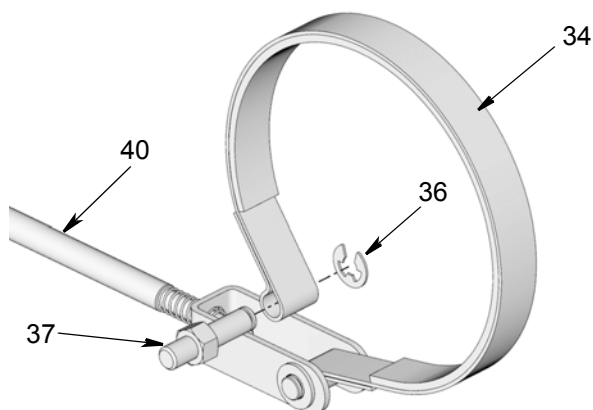

FIG. 30
10. Gire todo el conjunto del freno 180° (FIG. 30).
11. Monte la banda (34) alrededor del buje del freno (12).
12. Monte la clavija de anclaje (37) alrededor de (34), asegurándose de que el extremo de la presilla está en posición que se muestra en FIG. 30.
13. Vuelva a montar la presilla (36) (FIG. 30).